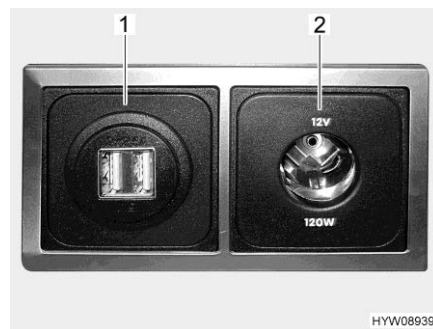

Fig. 85 Presa USB e 12 V
- Presa USB** È possibile caricare le batterie di dispositivi con corrente di carica fino a 2,5 A, collegando i dispositivi alle prese USB (Fig. 85,1).
- Pres a 12 V** Le prese da 12 V (Fig. 85,2) consentono di collegare apparecchi con consumo di corrente massimo pari a 10 A (potenza pari a 120 W).